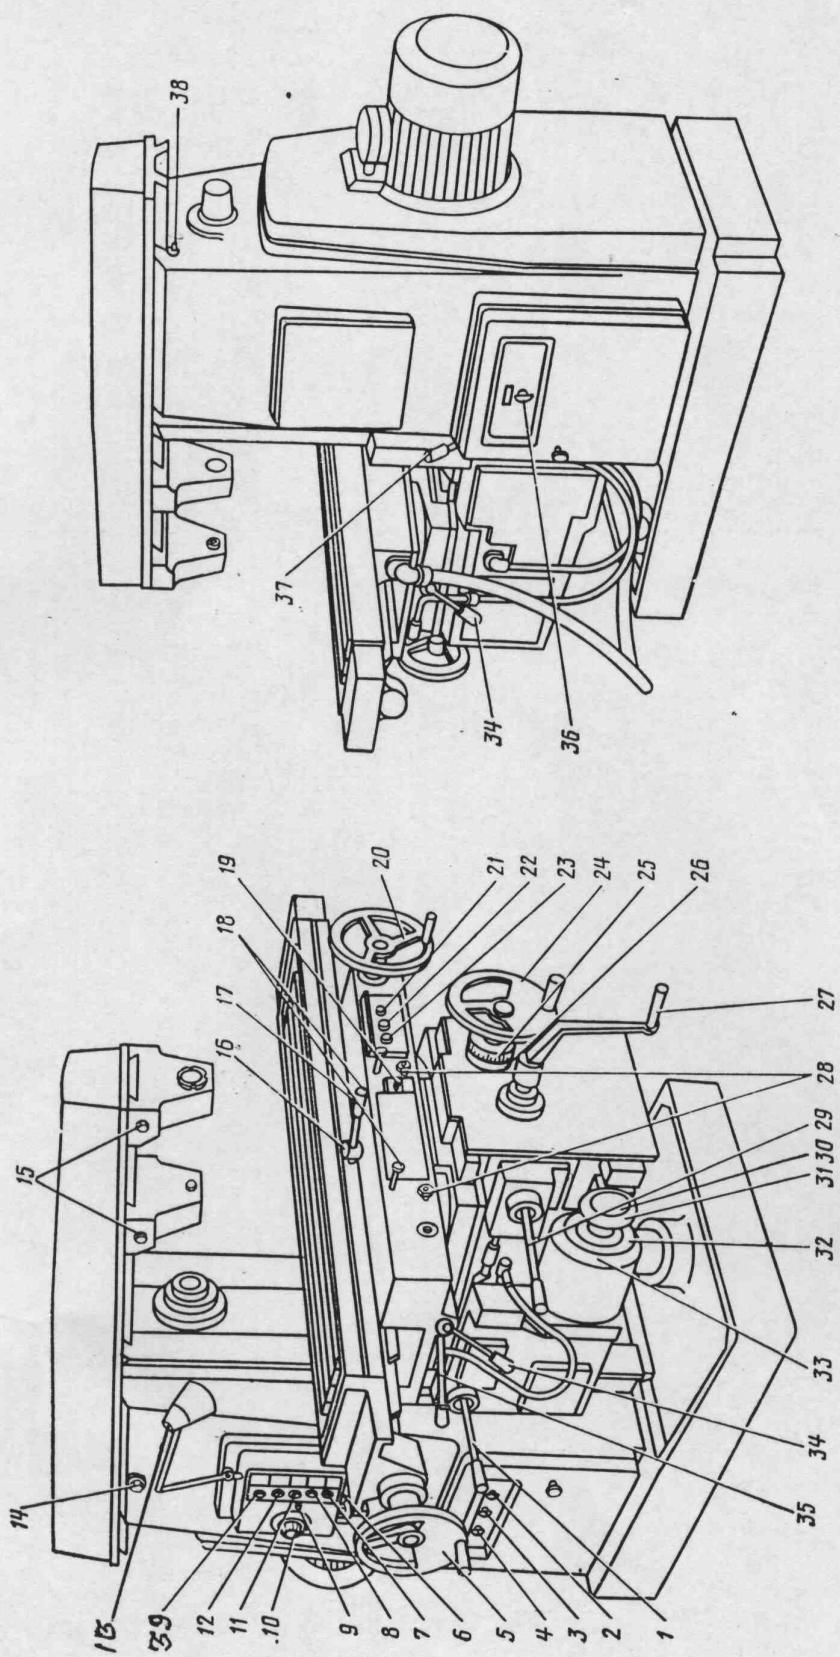

Рис. 2. Размещение органов управления на станке
1.3.1. Общий вид с обозначением органов управления (рис. 2).